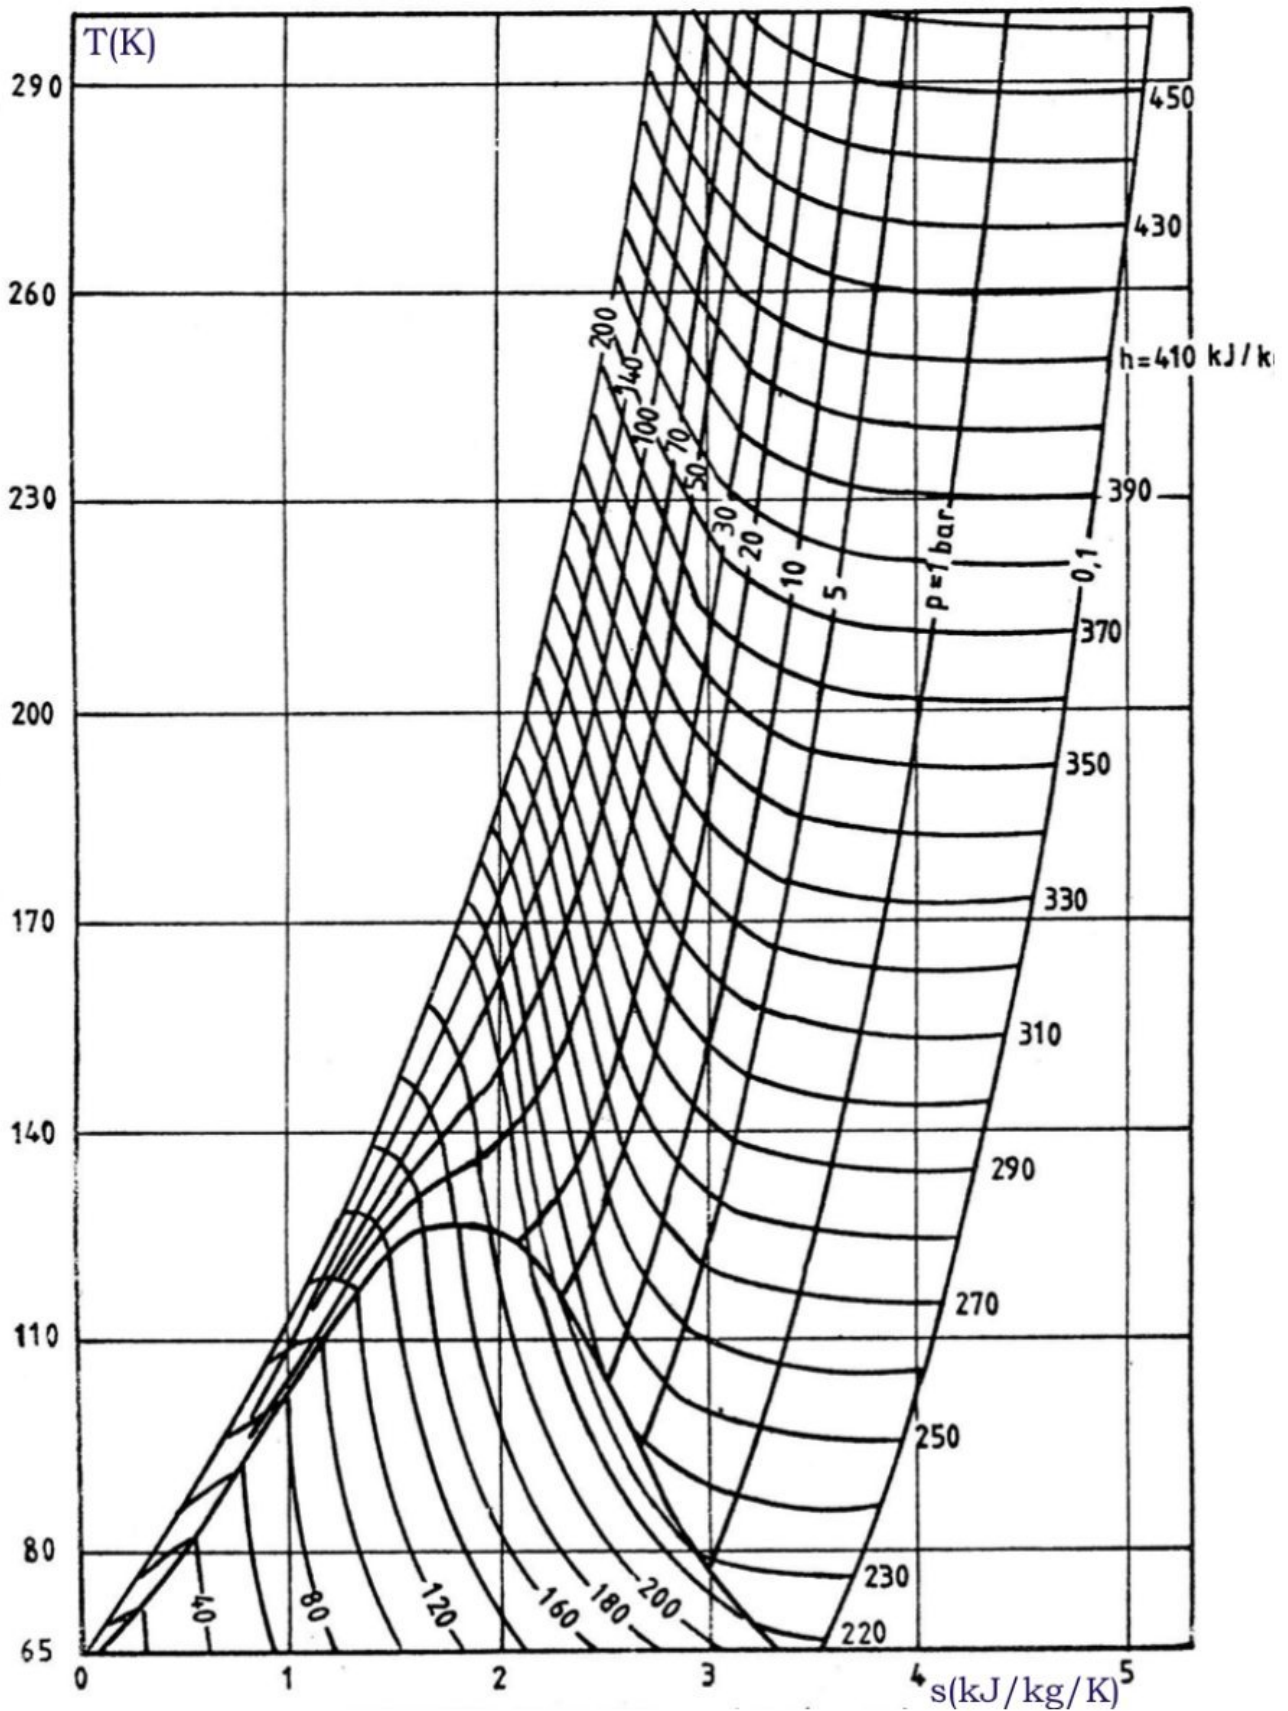

Figure 3 : Diagramme entropique du diazote (**À rendre avec le cahier de composition**).
La figure 3, donnée en fin d'énoncé, fournit le diagramme entropique du diazote (**à rendre avec le cahier de composition**). Sur ce diagramme les pressions sont en bar et les enthalpies massiques en kJ.kg^{-1} . À chaque utilisation du diagramme, il est demandé de justifier la réponse.
- 2.3.** Placer sur le diagramme isentropique du diazote de la figure 3 les points A_1 , A_2 , A_3 , A_4 , A_5 et A_6 représentant respectivement les états E_1 , E_2 , E_3 , E_4 , E_5 et E_6 du diazote. Faire figurer sur le même diagramme les courbes représentant les différentes transformations. On justifiera les réponses.